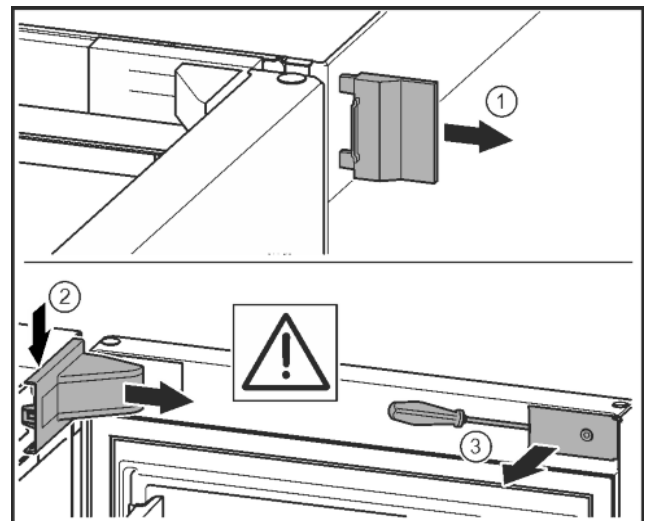

Fig. 7
► Снять внешнюю крышку. Fig. 7 (1)
► При помощи отвертки освободить крышку опорного кронштейна и отсоединить. Снять крышку опорного кронштейна. Fig. 7 (2)
► Шлицевой отверткой вывести накладку из зацепления и отвести в сторону. Fig. 7 (3)